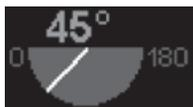

図 2-8 スキャン面インジケータ
超音波画像診断装置のモニター上のスキャン面インジケータは、スキャン面の方向を示します。スキャン面の回転角度は、マーカおよび数値で表示されます。16 ページの図 2-8を参照してください。基準となる単断面の角度は 0° と表示され、この基準単断面からの相対回転角度が表示されます。スキャン面の回転角度範囲は 0° から 180° です。
- 4 スキャン面インジケータの回転角度の変化に伴って、モニタに表示される画像が変化することを確認します。16 ページの 図 2-8 を参照してください。